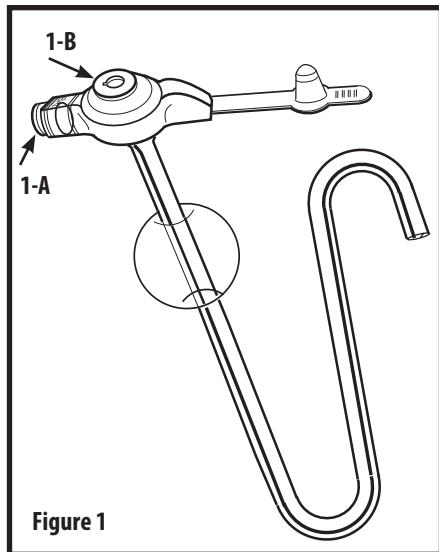

Figure 1
2. Używając załączonej do zestawu 6 ml strzykawki typu Luer, napelnić balonik przez port balonika używając 5 ml sterylnej lub destylowanej wody (Rys. 1-A).
4. Używając strzykawki typu Luer o poj. 6 ml, przepłukać wodą port do jelita czczego (Rys. 1-B), aby sprawdzić jego drożność.